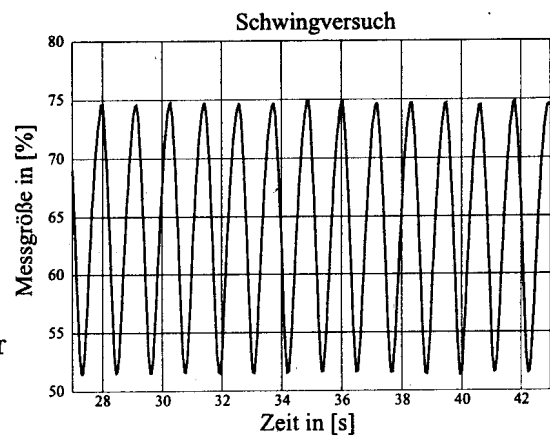

Abb. 1.1: Messdiagramm zur Schwingversuchsmethode
- Bestimmen Sie — ausgehend von der Messung in Abb. 1.1 — die Reglerparameter eines PI-Reglers (Messdiagramm aufgenommen mit  $K = 1.7$ ). Geben Sie hierzu auch die zugrundeliegende Übertragungsfunktion des Reglers an.